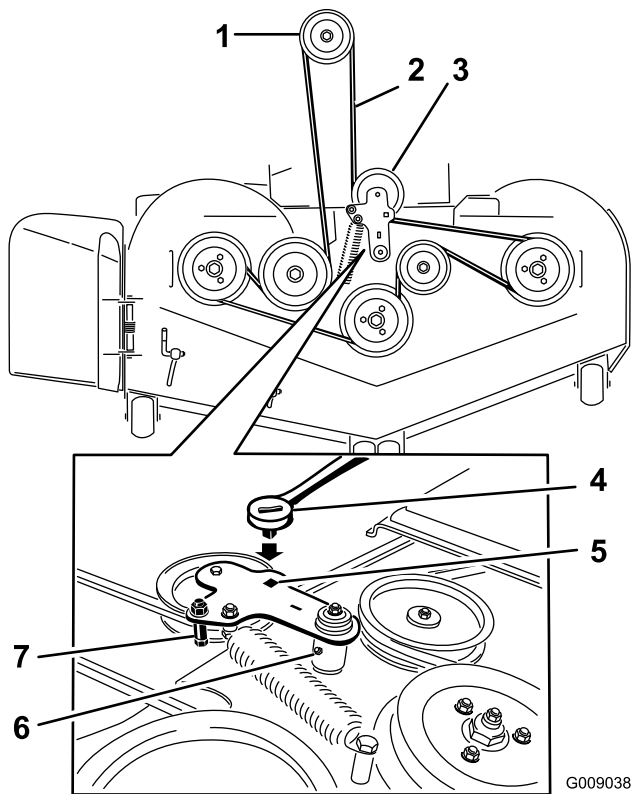

Figura 98
5. Levante la chapa de suelo e introduzca una llave dinamométrica en el taladro cuadrado del brazo tensor de la carcasa (Figura 98).
6. Gire cuidadosamente el brazo tensor de la carcasa en el sentido de las agujas del reloj y retire la correa del cortacésped (Figura 98).